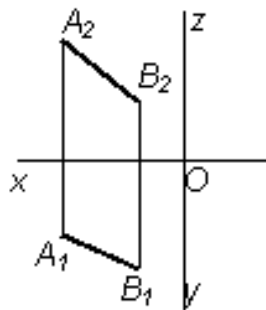

Рис. 1.
1. По двум заданным проекциям построить третью на рис. 1 – 5: